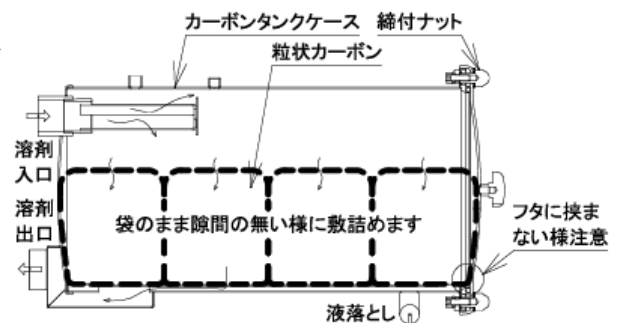

図 11-5
11-3-3.カーボントank (図 11-5)
- ⑥ 新しいカーボンをケースにセットします。 10L x 4 袋 (図 11-5)